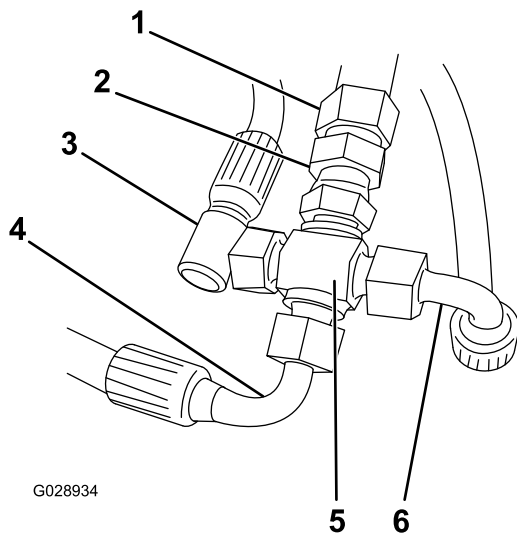

Figure 2
5. Branchez l'adaptateur 1/4 po à 3/8 po à l'adaptateur en croix (1/4 po) (Figure 2).
6. Branchez le nouveau flexible (3/8 po) à l'adaptateur (Figure 2).
7. Branchez les flexibles que vous avez débranchés à l'opération 3 à l'adaptateur en croix comme montré à la Figure 2.